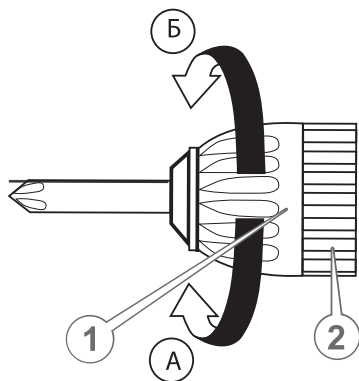

Рисунок 2. Встановлення кінцевого інструменту.
- щоб відкрити затискні кулачки патрона відповідно до діаметра хвостовика змінного кінцевого інструменту: утримуючи однією рукою корпус виробу, повернути другою рукою муфту (1, рис. 2) затискного патрона в напрямку стрілки (Б, рис. 2) ;
- повернути рукою муфту затискного патрона в напрямку стрілки (А, рис. 2) і надійно зафіксувати кінцевий інструмент в патроні;